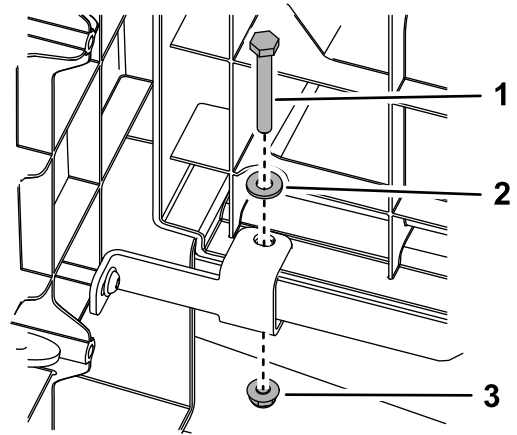

图4
4. 卸下并保留将后座椅底座面板固定到机器左、右侧底板上的螺栓、垫圈和螺母图4。